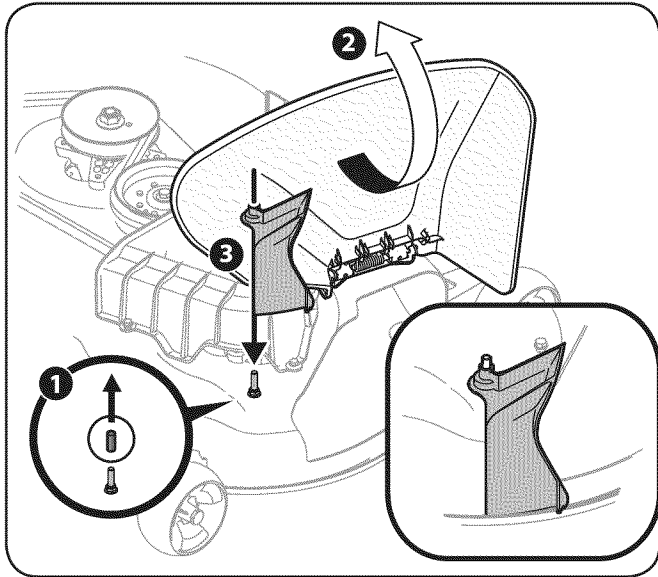

Figure 42
2. Retire la tapa protectora de goma pin deck, 1 en la Figure 42.
3. Levante el deflector del canal (2 en la Figure 42) en la cubierta y mantenerla mientras se instala el adaptador (731-10133) tolva (3), incluido en el paquete de hardware de 689-00341, sobre la cubierta como se muestra en la Figure 42.